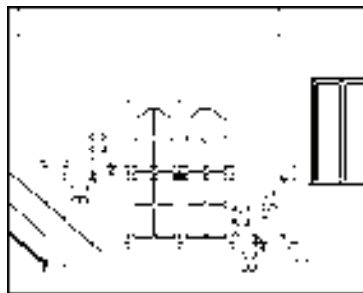

图 13-193 偏移直线
2) 调用“直线”命令，绘制直线；调用“偏移”命令，偏移直线，结果如图 13-193 所示。